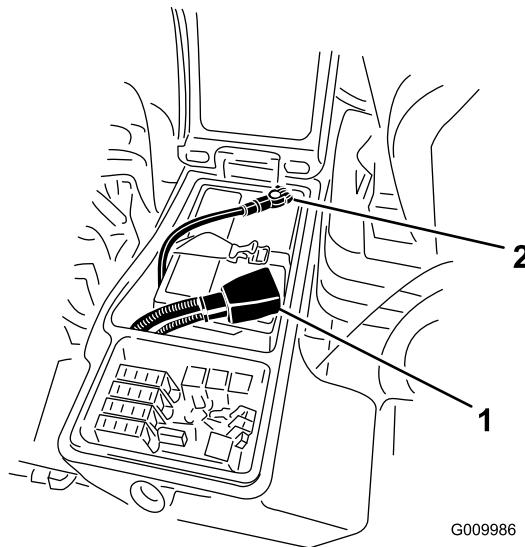

図 53
- バッテリーのマイナス-端子からマイナスケーブル黒を外し、次に、プラス+端子からプラスケーブル赤を外す図 53。
6. 赤いケーブルをバッテリーの端子に、黒いケーブルはバッテリーの端子に固定する 図 53